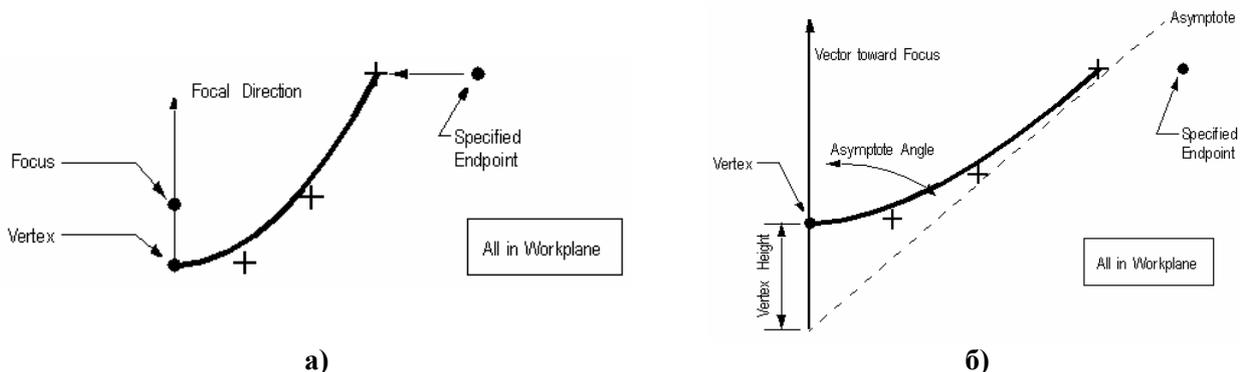

Рис.2.14. Сплайновые кривые в виде: а) – параболы; б) – гиперболы
- в виде (точной) параболы (**Parabola...**): задаются координаты вершины (**Vertex**) кривой, потом – фокуса, потом – „специфической” точки близ конца кривой (см. рис.2.14-а);
- в виде (приближенной) гиперболы (**Hyperbola...**): задаются координаты вершины (**Vertex**) кривой, потом – направление вектора от вершины к фокусу (**Vector toward Focus**), потом – высоту вершины (**Vertex Height**) и угол асимптотической линии (**Asymptote Angle**), потом – „специфической” точки близ конца кривой (см. рис.2.14-б);